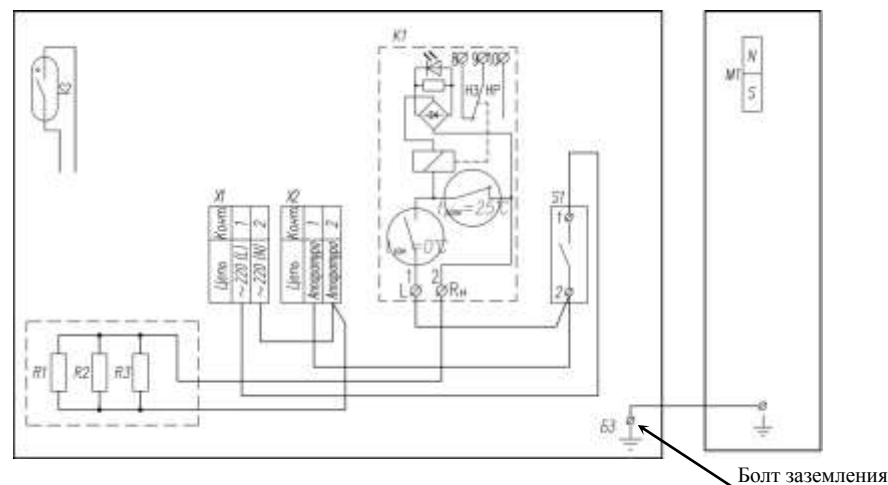

Рис.2 Схема электрическая принципиальная
1. Заземлить шкаф при помощи болта «заземления» (см. рис.2).